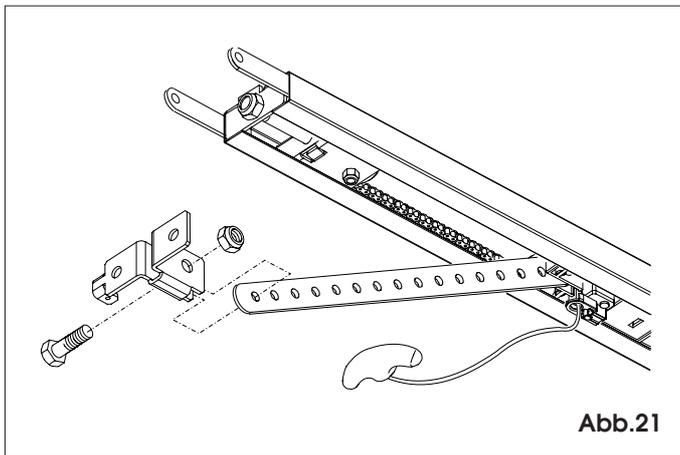

Abb.21
7.17 Die Halterung mit der Schraube und der Mutter an die Mitnehmerstange befestigen (Abb.21).